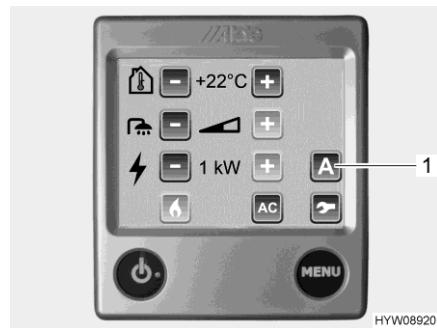

Fig. 152 Menu delle impostazioni (ventola aggiuntiva)
La ventola aggiuntiva viene azionata tramite la centralina di controllo (Fig. 152) del riscaldamento ad acqua calda.
- Premere il pulsante "A" (Fig. 152,1). Vengono visualizzate le funzioni.